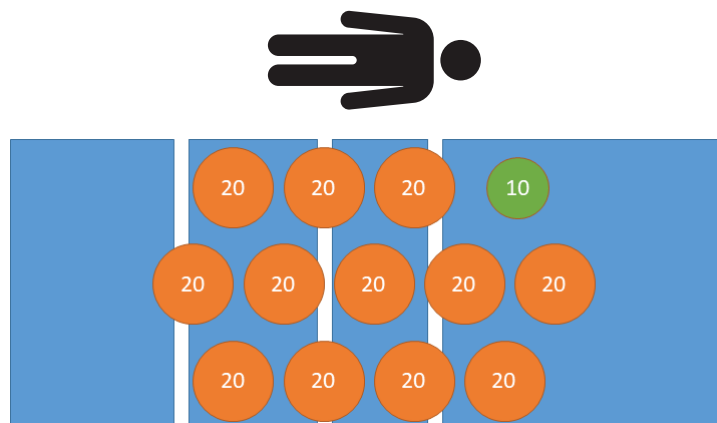

Figure 11 – Précharge - 250 kg
27. En utilisant des poids étalonnés, précharger le produit à 250 kg (Figure 11).